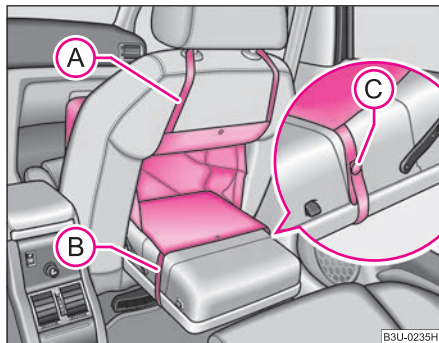

Abb. 60 Beifahrersitz:
- Ziehen Sie den Gurt (A) durch die Öffnung im Beifahrersitz und ziehen Sie ihn über die Kopfstütze ⇒ Abb. 60.
- Ziehen Sie den Gurt (B) unter die aufgeklappte Stütze und sichern Sie ihn mit dem Knopf (C).